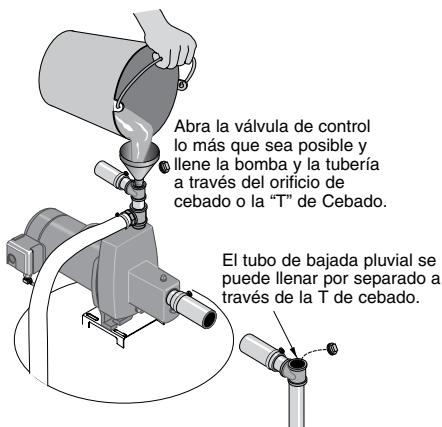

Figura 10: Llenado de la Bomba
1. Retire el tapón para cebado de la bomba y llenar la bomba, llenar toda la tubería que va de la bomba al pozo y asegurese que toda la tubería del pozo esté llena. En caso de haber instalado una "T" de cebado en la tubería de succión, quitar el tapón de la "T" y llenar la tubería de succión. Vea la Figura 10.